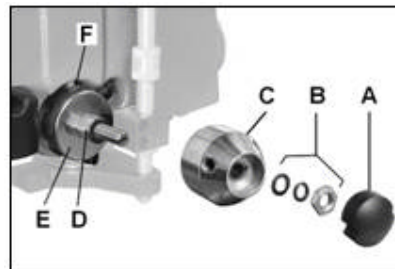

Fig 16
Entfernen Sie die Abdeckkappe (A, Fig 16), die Mutter und Scheiben (B).